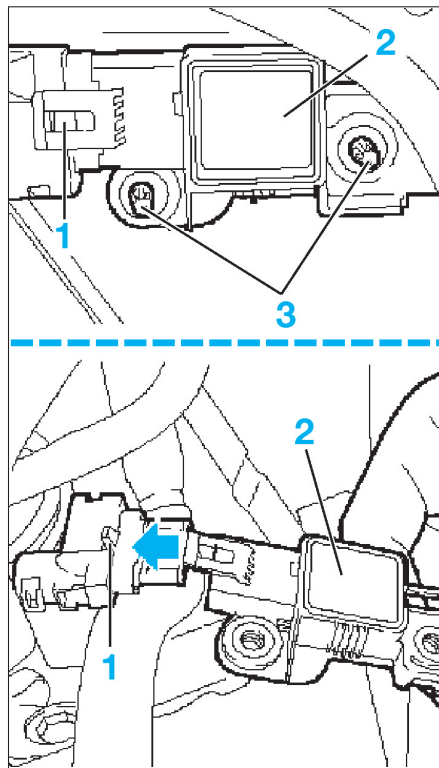

FIG. 18
- Débrancher le connecteur (1) capteur d'airbag (2) (fig. 18).
- Déposer les deux vis de fixation (3) du capteur.
- les deux vis de fixation (3) du capteur (2) (fig. 18).
- Débrancher le connecteur (1) capteur d'airbag.